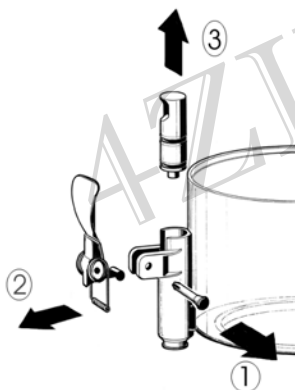

figure 1
- 3 Démontez le robinet selon la séquence indiquée (voir figure 1).